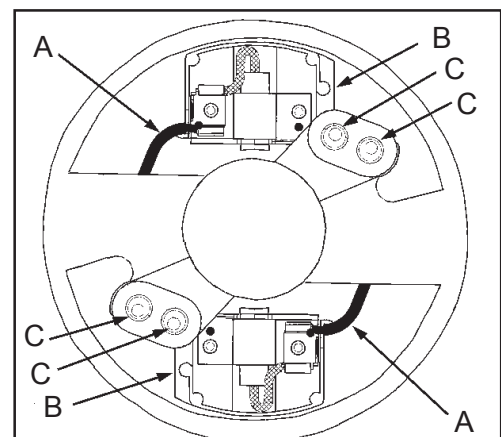

Abbildung 13
3. Um die Buersten zu ersetzen, entfernen Sie das Kabel (A) von der Buerstenhalterung (B). Entfernen Sie daraufhin die zwei Schrauben mit ihren Unterlegscheiben (C), die die Halterung am Motorengehaeuse befestigen. Siehe Abbildung 13.